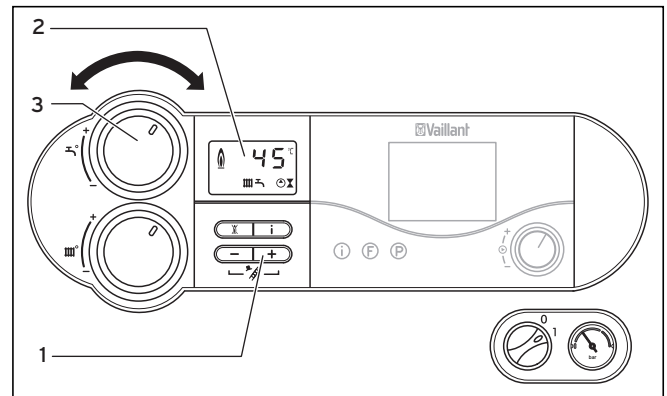

Fig 4.6 Indstilling af beholdertemperaturen
Hvis vandets temperatur kommer under den indstillede beholdertemperatur, starter kedlen automatisk og varmer beholderen op. Mens beholderen opvarmer, blinker visningen  på displayet (2), se fig.4.6.
- Det gøres ved at dreje drejeknappen (3) til indstilling af varmtvandstemperaturen til venstre helt til anslaget, se fig. 4.6. Solvarmefunktionen deaktiveres, en frostbeskyttelsesfunktion er aktiv for beholderen. På displayet (2) vises en beholdertemperatur på 15 °C i ca. fem sekunder.